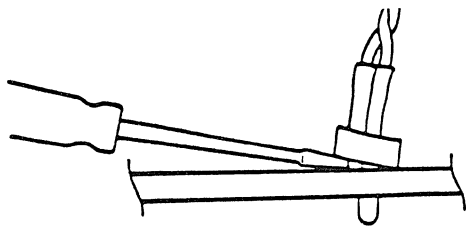

FIGURE 3
- a. Séparer la petite bague de retenue en plastique qui entoure la LED avec un tournevis (figure 3). Glisser la bague de retenue en arrière des fils.